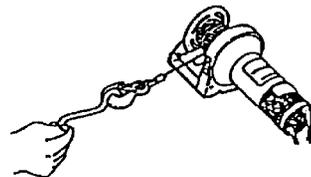

Figure 3
6. NE TREUILLEZ JAMAIS AVEC MOINS DE 5 TOURS de câble métallique EMBOBINÉS SUR LE TAMBOUR, car l'attache se trouvant à l'extrémité du câble métallique NE supportera PAS la charge. UTILISEZ TOUJOURS LE PROTÈGE-MAIN pour guider l'enroulement ou le déroulement du câble (voir la figure 3).